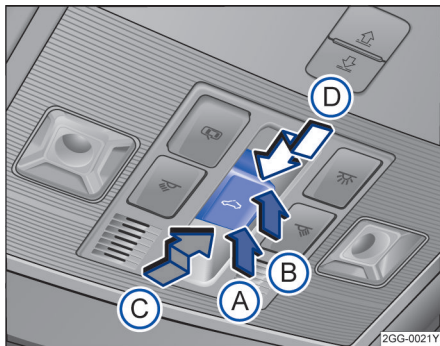

图 58 顶篷上的天窗控制按钮
按钮→图 58。1 挡位置：可完全打开车窗，或部分翻开天窗，打开或关闭天窗。
功能	操作方法→图 58
- 触发防夹功能后 5 秒钟内按压  按钮 → 图 58，沿箭头①方向将按钮保持在 2 挡位置，直至天窗完全关闭。